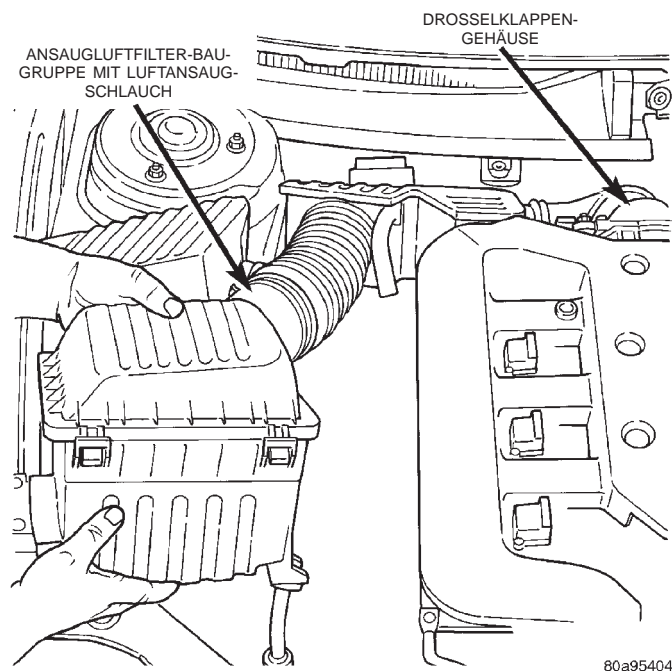
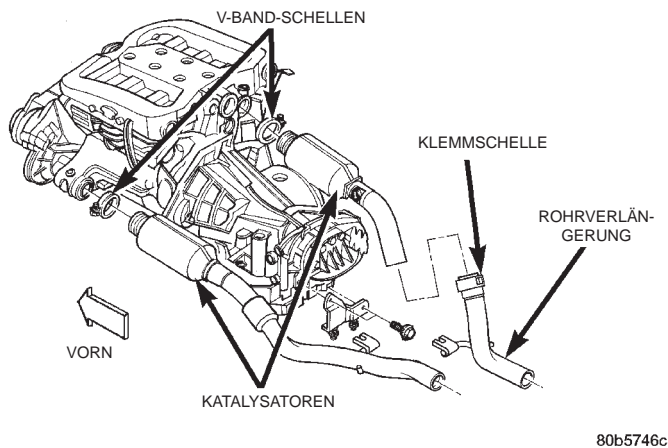

Abb. 5 Ansaugluftfilter mit Luftansaugschlauch
Abb. 6 Katalysatoren
(1) Das Fahrzeug auf einer Hebebühne anheben.
(2) Die Auspuffanlage abbauen. Näheres hierzu siehe Hinweise in diesem Abschnitt.
(3) Die Mutter, mit der das rechte Katalysatorrohr an der Halterung des Getriebes befestigt ist, lockern oder abschrauben.
(4) Die Klemmschelle der Rohrverlängerung lockern.
(5) Die Rohrverlängerung des rechten Katalysators abbauen (Abb. 6).
(6) Das Fahrzeug absenken.
(7) Die Ansaugluftfilter-Baugruppe einschließlich Luftansaugschlauch abbauen (Abb. 5).
(1) Eine NEUE V-Band-Schelle am Auslass des Auspuffkrümmers anordnen. Die T-Nutenschraube zu diesem Zeitpunkt NOCH NICHT einhaken.
(2) Den Katalysator einbauen. Die V-Band-Schelle bei Bedarf aufweiten, damit der Katalysator am Auslass des Auspuffkrümmers einrasten kann.
(3) Die T-Nutenschraube der V-Band-Schelle einhaken.
(4) Das Fahrzeug auf einer Hebebühne anheben.
(5) Die Rohrverlängerung des rechten Katalysators anbauen (Abb. 6), die Klemmschelle zu diesem Zeitpunkt jedoch noch nicht festziehen.
(6) Das Fahrzeug auf der Hebebühne absenken.
(7) Die V-Band-Schelle mit einem Anzugsmoment von 11 N·m (100 in. lbs.) festziehen.
(8) Die nachgeschaltete Lambda-Sonde einbauen und den Steckverbinder aufstecken.
(9) Hinten rechts am Motor die Baugruppe aus Unterdruckbehälter und Regelventil für die Betätigung des Saugrohr-Schaltventils (SRV) einbauen (nur 3.2/3.5L-Motor).
(10) Die Ansaugluftfilter-Baugruppe einschließlich Luftansaugschlauch einbauen.
(11) Das Fahrzeug auf der Hebebühne anheben.
(12) Die Klemmschelle der Rohrverlängerung mit einem Anzugsmoment von 61 N·m (45 ft. lbs.) festziehen (Abb. 6).
(13) Die Mutter, mit der die Halterung der Katalysatorrohr-Verlängerung am Getriebe befestigt ist, aufschrauben und/oder mit einem Anzugsmoment von 47 N·m (35 ft. lbs.) festziehen.
(14) Die Auspuffanlage einbauen.
(15) Das Fahrzeug absenken.
(1) Die V-Band-Schelle an der Verbindung zum Auspuffkrümmer lockern und abbauen (Abb. 6).
- (2) Das Fahrzeug auf der Hebebühne anheben.
- (3) Die Auspuffanlage abbauen. Näheres hierzu siehe Hinweise in diesem Abschnitt.
- (4) Den Steckverbinder an der nachgeschalteten Lambda-Sonde abziehen und die Lambda-Sonde am Katalysatorrohr ausbauen.
- (5) Die Mutter, mit der die Halterung des linken Katalysatorrohrs am Getriebe befestigt ist, lockern oder abschrauben (Abb. 6).
- (1) Den Katalysator einbauen.
- (2) Eine NEUE V-Band-Schelle einbauen und mit einem Anzugsmoment von 11 N·m (100 in. lbs.) festziehen (Abb. 6).
- (3) Die Mutter, mit der die Halterung des Katalysatorrohrs am Getriebe befestigt ist, aufschrauben und/oder mit einem Anzugsmoment von 47 N·m (35 ft. lbs.) festziehen (Abb. 6).